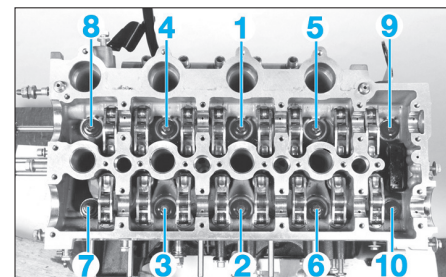

Fig. 66
- Serrer les vis de culasse en respectant l'ordre et le couple de serrage (Fig.66).